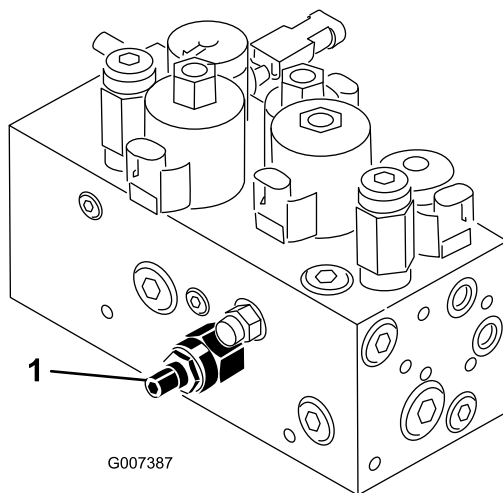

Figura 55
El circuito de elevación/bajada de la unidad de corte está equipado con una válvula de control de flujo (Figura 55). Esta válvula viene ajustada de fábrica, pero es posible que sea necesario ajustarla para compensar diferencias en la temperatura del aceite hidráulico, velocidad de siega, etc. Si es necesario ajustarla, proceda de la manera siguiente:
1. Levante el asiento y localice la válvula de control de flujo del bastidor de tiro central (Figura 55), situada en el lateral del colector hidráulico.